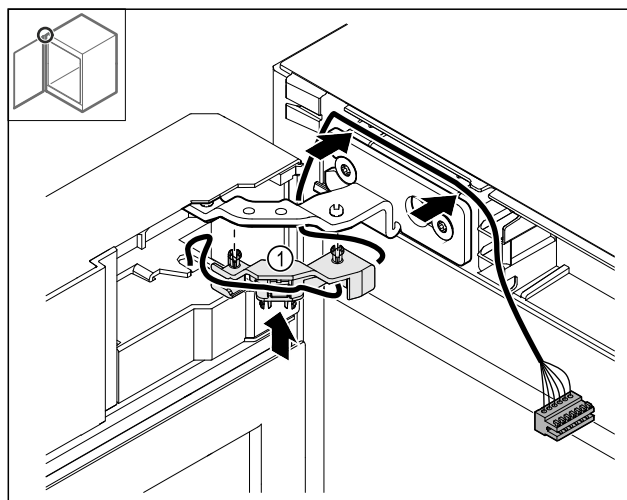

Fig. 51
- Presionar el soporte del cable Fig. 51 (1) en la bisagra.